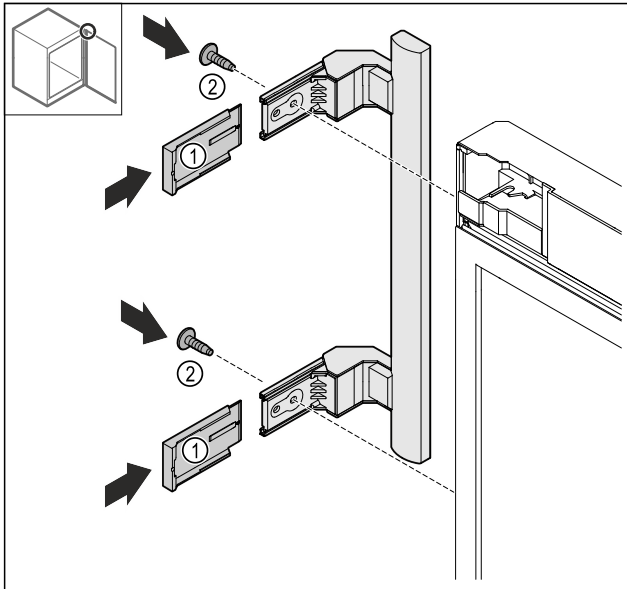

Fig. 25
- ▶ Kryty Fig. 25 (1) nasuňte.